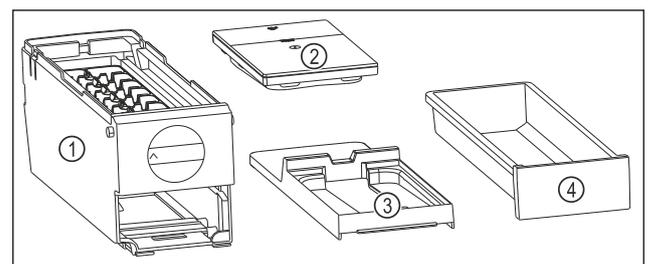

Fig. 95 Bestandteile des EasyTwist-Ice
- ▶ EasyTwist-Ice ist in vier Teile zerlegt. (siehe Fig. 95)
- ▶ EasyTwist-Ice nur in abgebildete Bestandteile zerlegen. (siehe Fig. 95)
- ▶ EasyTwist-Ice-Körper Fig. 95 (1) als Ganzes reinigen.